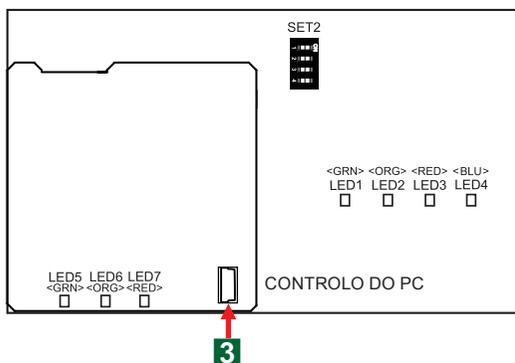

Fig 2. Esquema de placa de circuito impresso (PCB)
- 3** Ligue o miniUSB (Tipo B) ao conector mini USB no PCB na caixa. (Fig.2)